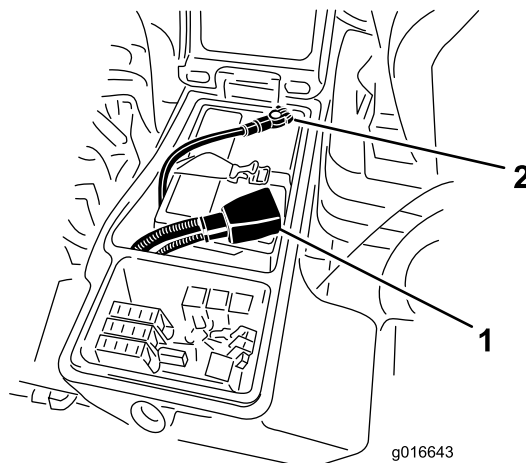

Figura 84
5. Instale o cabo positivo (vermelho) no terminal positivo (+) e o cabo negativo (negro) no terminal negativo (-) da bateria (Figura 84).